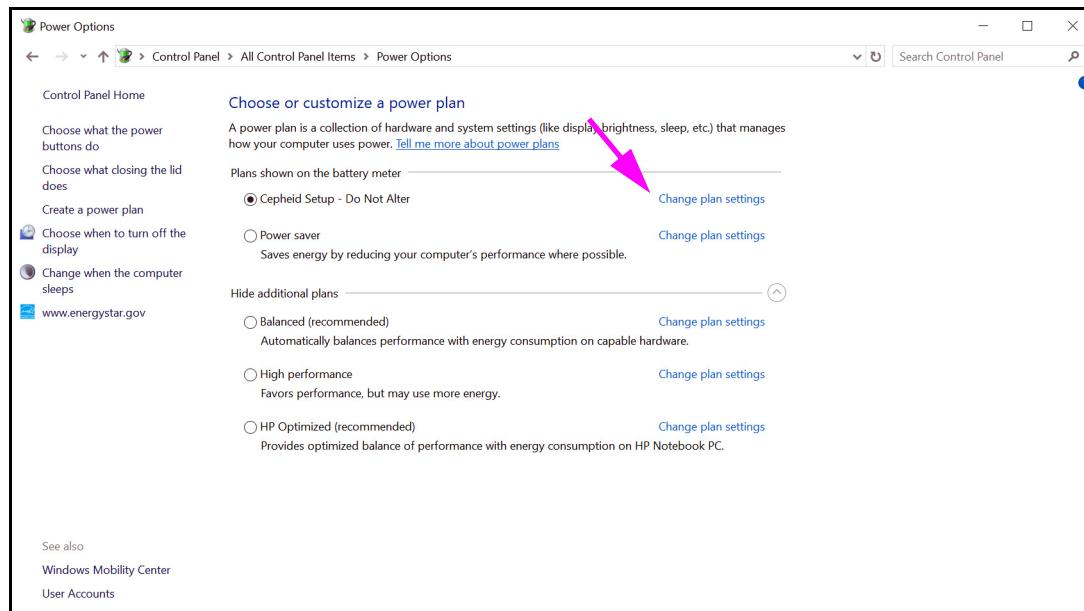
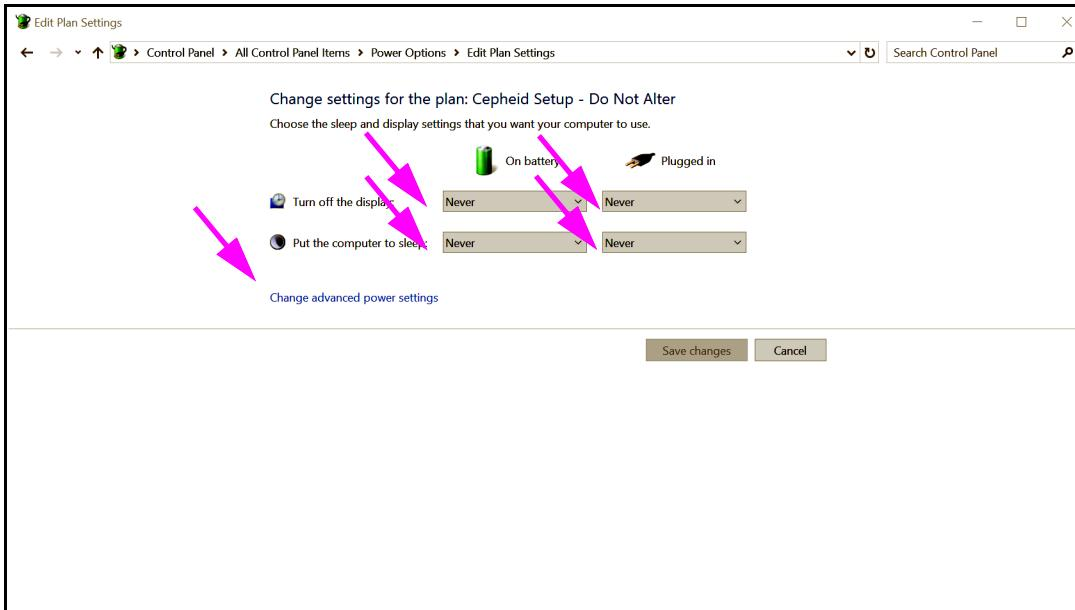
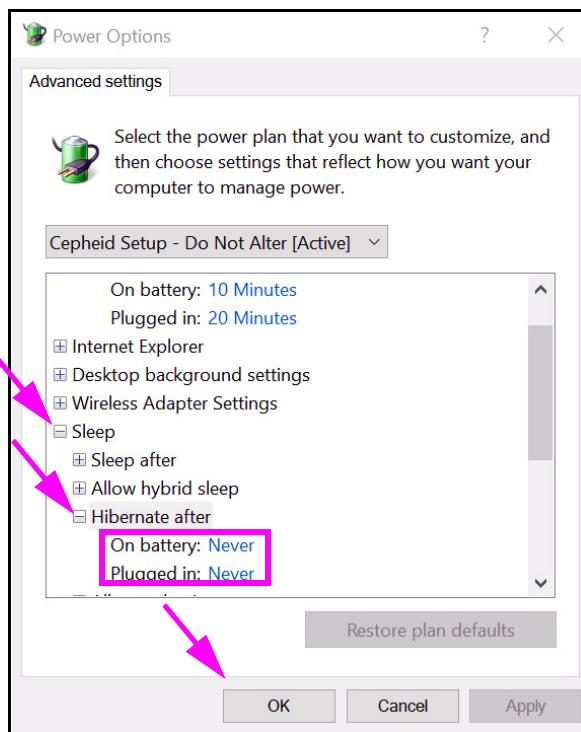
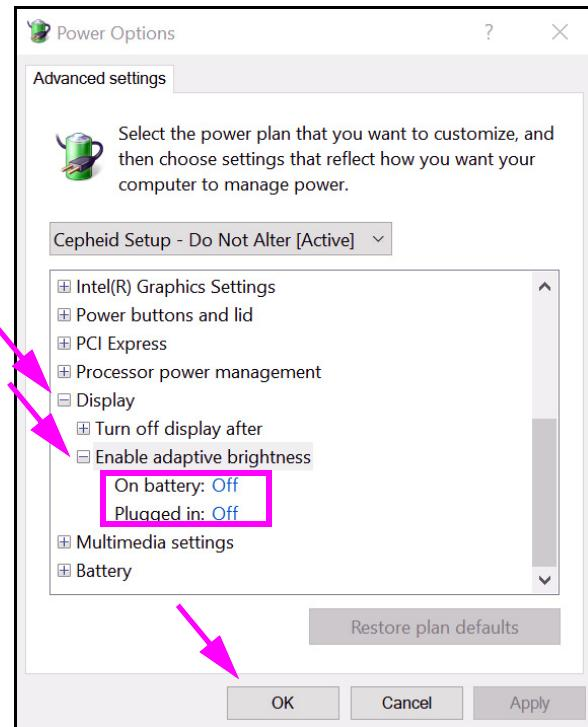

Figure 2-25. Fenêtre Power Options (Options d'alimentation)
Figure 2-26. Fenêtre Modifier les paramètres du mode (Edit Plan Settings)
Figure 2-27. Fenêtre Power Options – Advanced settings (Options d'alimentation – Paramètres avancés) [Sleep (Veille)]
Figure 2-28. Fenêtre Power Options – Advanced settings (Options d'alimentation – Paramètres avancés) [Display (Écran)]
3. Dans la section **CepheidSetup - Do Not Alter (Configuration - Ne pas modifier)**, cliquer sur **Change plan settings (Modifier les paramètres du mode)**. Voir la Figure 2-25. La fenêtre Change plan settings (Modifier les paramètres du mode) apparaît. Voir la Figure 2-26.
4. S'assurer que les fonctions **Turn off the Display** (Éteindre l'écran) et **Put the computer to sleep** (Mettre l'ordinateur en veille) sont réglées sur **Never** (Jamais) pour les deux options **On battery** (Sur la batterie) et **Plugged in** (Sur secteur). De plus, s'assurer que le curseur de la fonction **Adjust plan brightness** (Ajuster la luminosité du plan) est réglé sur le paramètre le plus lumineux. Voir la Figure 2-26.
5. Cliquer sur **Change advanced power settings** (Modifier les paramètres d'alimentation avancés) (voir la Figure 2-26). La fenêtre Power Options Advanced settings (Options d'alimentation Paramètres avancés) apparaît. Voir la Figure 2-27.
6. Dans la fenêtre Power Options – Advanced settings (Options d'alimentation – Paramètres avancés), double-cliquer sur **Sleep (Veille)** pour développer puis -double-cliquer sur **Hibernate after (Mettre en veille prolongée après)**. Voir la Figure 2-27.
- A. **Ordinateurs de bureau** : Vérifier que la valeur du **Setting (Paramètre)** est réglée sur zéro (0) ou **Never (Jamais)**. Si cela n'est pas le cas, modifier la valeur du **Setting (Paramètre)** sur zéro (0) ou **Never (Jamais)**.
- B. **Pour les portables uniquement** : Vérifier que les valeurs pour **On battery (Sur batterie)** et **Plugged in (Alimenté)** sont réglées sur **Never (Jamais)**. Si cela n'est pas le cas, cliquer sur **On battery (Sur batterie)** et **Plugged in (Alimenté)**, et utiliser les boutons de flèches haut/bas pour régler la valeur sur zéro (0) sur l'option pouvant être sélectionnée.
7. Dans la fenêtre Power Options – Advanced settings (Options d'alimentation – Paramètres avancés), double-cliquer sur **Display (Écran)** pour développer puis -double-cliquer sur **Enable adaptive brightness (Activer la luminosité adaptive)**. Voir la Figure 2-28.
11. **Pour les portables uniquement :** Cliquer sur **Cancel (Annuler)** pour fermer la fenêtre Edit Plan Settings (Modifier les paramètres du mode). La fenêtre Power Options (Options d'alimentation) s'affiche (voir la Figure 2-25).